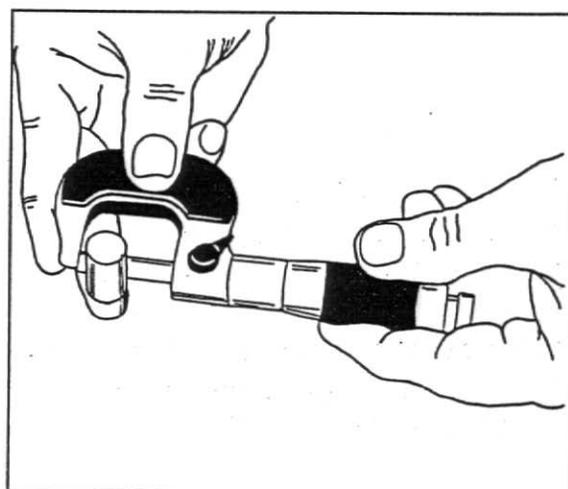

Fig.16
- E** 8. Verifique o diâmetro externo do êmbolo: 14,186 - 14,211 mm ou 0,5585 - 0,5595 pol, fig.16.